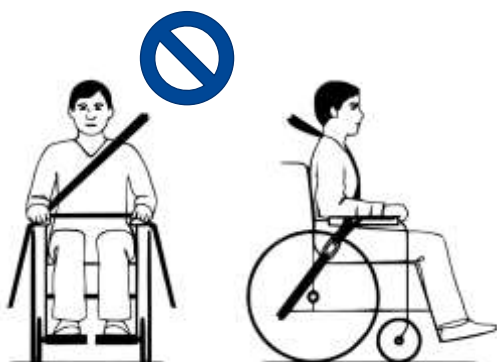

Figure 6 **Mauvaise position des retenues de la ceinture**
6. Assurez-vous que les ceintures ne sont pas tordues ou maintenues éloignées du corps comme illustré à la Figure 6.